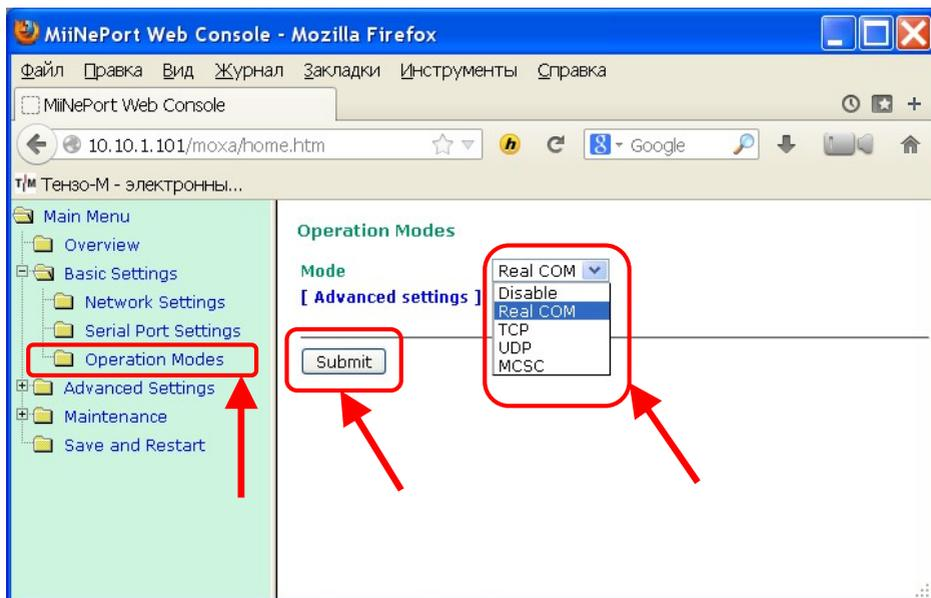

Рис. 17.13. Консоль управления «MiiNePort Web Console», режим последовательного порта.
17.15. Войдите в пункт меню «**Basic Settings\Operation Modes**» консоли управления «**MiiNePort Web Console**» (см. Рис. 17.13).
Установите режим работы последовательного порта (параметр «**Mode**») на «**Real COM**», как показано на Рис. 17.13.
17.16. После настройки режима работы последовательного порта нажмите на кнопку «**Submit**» («подтвердить», см. Рис. 17.13).